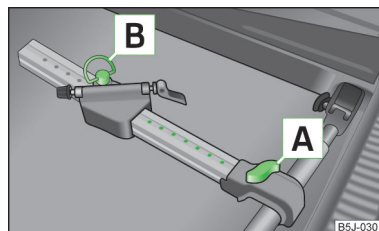

Fig. 57
- Extrageți puțin șurubul **A** » fig. 57 și împingeți suportul longitudinal (partea din aluminiu) înspre suport transversal, până când se blochează socul.
- Slăbiți șurubul **A** » fig. 57 la pagina 67 și împingeți înspre stânga suportul pentru bicicletă, împreună cu bicicleta fixată, în așa fel încât între ghidon și geamul lateral al portbagajului să nu se ajungă la coliziune.